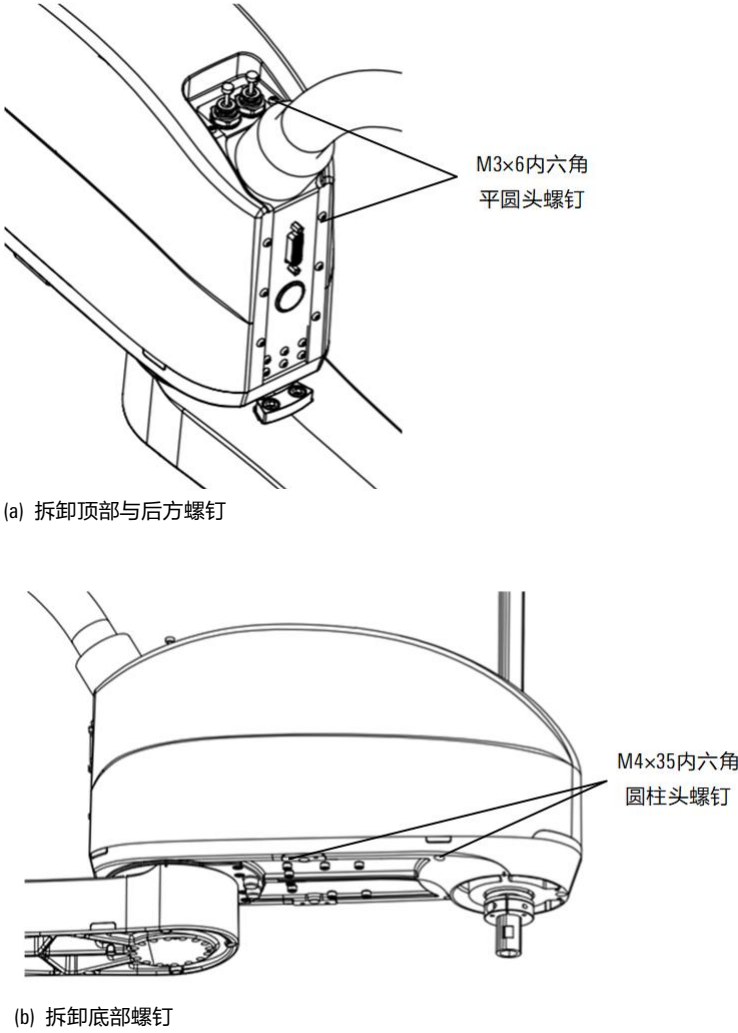

图 8-6 拆卸小臂外壳螺钉示意图
- 步骤2. 用内六角扳手拆下固定小臂外壳的 M3×6 内六角平圆头螺钉与 M4×35 内六角圆柱头螺钉，并拆卸掉小臂的外壳，参考图 8-6。